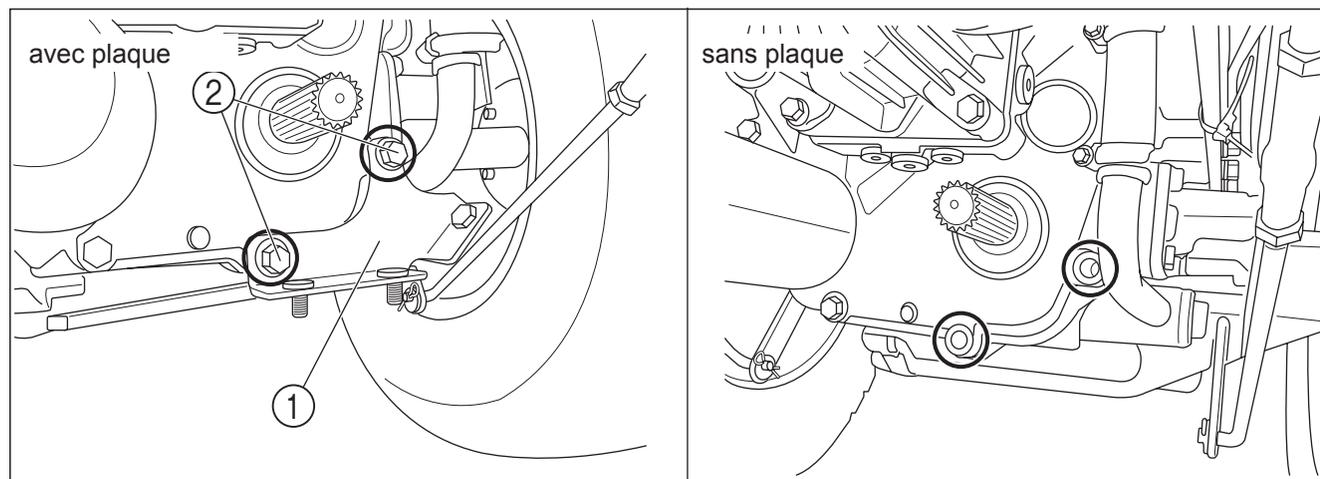

FIG. 5-3
2. Montez la PLAQUE (CAPOT/MILIEU) COMP, 1, avec 2 BOULONS/SP, 2, en utilisant le trou, qui est le même que pour le capot de l'arbre de la PDF et son support (voir FIG. 5-3).